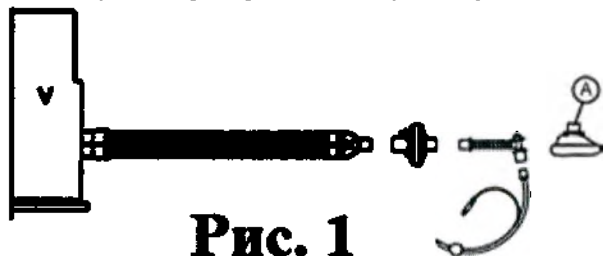

Рис. 1
9. Информация о порядке установки, монтажа, настройки, калибровки и иных действиях, необходимых для ввода медицинского изделия в эксплуатацию	УКАЗАНИЯ ПО ПРИМЕНЕНИЮ: 1. Извлеките контур из защитной упаковки. 2. Непосредственно перед практическим применением на больном необходимо визуально обследовать все компоненты контура и провести их тщательную проверку функционирования и подачу газа. 3. Проверьте целостность контура под давлением. 4. Подключите контур к вентилятору и соедините его с больным. Обращайте особое внимание на следующие моменты: a. при наличии линии мониторинга давления ее необходимо подключать к порту давления на тройниковом соединителе больного и к порту давления устройства вентиляции легких. Если такая линия не нужна, герметично закройте порт давления на тройниковом соединителе больного соответствующей заглушкой. b. Если необходим мониторинг температуры, извлеките заглушку из порта и установите в него температурный датчик. В тот период, когда температурный датчик не используется, закрывайте порт заглушкой. c. Контур ППДД (при постоянном потоке): в тройниковом адаптере больного (по схеме Т или Y) порт выдоха, расположенный напротив потока подачи газа, всегда должен быть открыт; закупорка или частичная непроходимость этого порта может обернуться для больного тяжелыми последствиями, вплоть до смертельного исхода. Идентификация вещества, содержащегося или имеющегося в продукте либо упаковке. Идентификация вещества, не содержащегося или не имеющегося в продукте либо упаковке. ru 30 d. Если контур снабжен влагоуловителем, то этот элемент необходимо расположить в самой нижней точке инспираторной или экспираторной ветви контура. Как можно чаще контролируйте уровень жидкости в влагоуловителе и, по мере необходимости, опорожняйте это устройство; после каждой подобной процедуры проверяйте, надежно ли восстановлена герметичность влагоуловителя. Удаляйте жидкие отходы в соответствии с принятыми в данном медицинском учреждении правилами. e. Контур может иметь односторонние клапаны; перед использованием таких клапанов в работе проверяйте их на рабочую функцию и направление потока. f. Если контур имеет в экспираторной линии клапан (PEEP), проверяйте функционирование этого клапана, поворачивая регулировочное кольцо. Ограничение давления достигается поворотом регулировочного кольца против часовой стрелки. Контролируйте заданное давление (в диапазоне от 5 до 20 см водного столба) при помощи манометра. g. Надувная маска (точка А на рис. 1) снабжена подушкой,